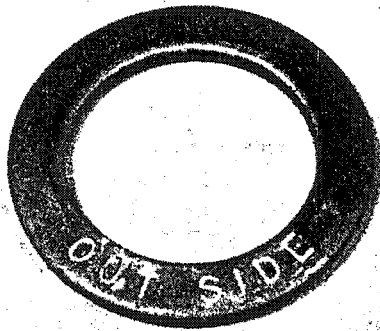

Bild 136
- Die Spezielscheibe mit der bezeichneten Seite nach aussen einlegen (Bild 136) und die Nutmutter mit dem Spezielschlüssel aufschrauben, den man sich für das Abschrauben hergestellt hat (Bild 59). Die Kupplung beim Festziehen wie beim Zerlegen blockieren.